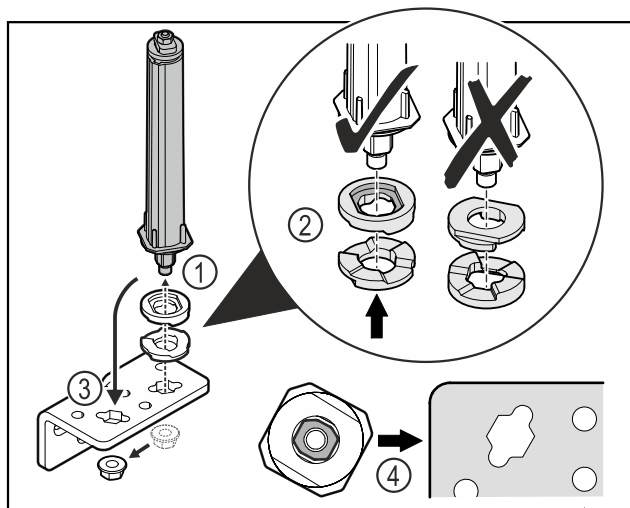

Fig. 37
- Odvijte matice in odstranite sistem za zaklepanje vrat Fig. 37 (1).
- Pazite na pravilno razporeditev podložk za nastavljanje višine Fig. 37 (2).
- Sistem za zaklepanje vrat prestavite v kotniku tečaja in ga fiksirajte z matico Fig. 37 (3).
- Pri vstavljanju pazite na pravilno naravnanoost sistema za zaklepanje vrat Fig. 37 (4).